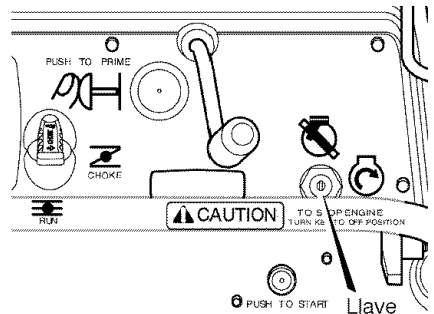

Figura 13
5. (**Arranque eléctrico**) Coloque la **llave** en la posición de ARRANQUE (vea la Figura 13). Para prolongar la vida útil del motor de arranque, no lo arranque por más de 5 segundos a la vez. Espere un minuto entre arranques para permitir que el motor de arranque se enfríe.
6. (**Arranque manual**) Coloque la **llave** en la posición de ENCENDIDO (vea la Figura 13). Jale lentamente la **manija de arranque manual** hasta que sienta resis-